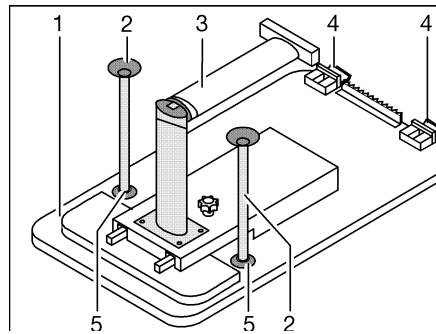

Fig. 101 Base de cama
- Levantar ligeramente por delante el tablero de la mesa (Fig. 101,1).
- Desbloquear en la articulación la pata de la mesa (Fig. 101,3) y plegar.
- Girar el tablero de la mesa aprox. 45° hacia arriba y desenganchar los soportes (Fig. 101,4) de la guía de sujeción superior.
- Según el modelo, encajar los dos pies de apoyo adicionales (Fig. 101,2) en los alojamientos (Fig. 101,5) en el lado inferior del tablero de la mesa.